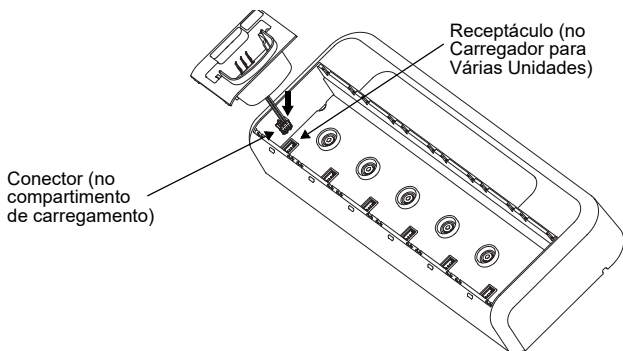

Figura 3
1. Conecte o Chicote do Compartimento ligando o conector no receptáculo do Carregador para Várias Unidades (consulte a Figura 3).